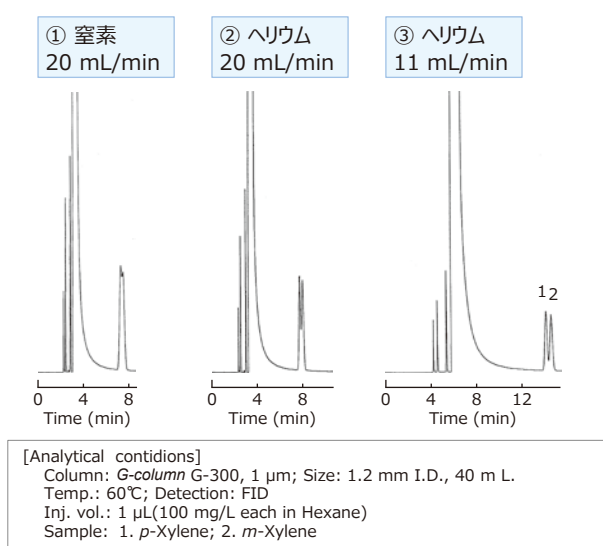

Fig. 4-2 キャリヤーガスの比較(種類と流量)
Fig.4-2の①②は、キャリヤーガスの種類を変えて分析したクロマトグラムです。流量20 mL/minではヘリウムは窒素より約2倍以上の理論段数が得られます。高分離を必要とする分析ではキャリヤーガスにヘリウムを選択することをお勧めします。酸素を含んだキャリヤーガスの使用は、液相劣化の原因となります。必ず酸素トラップなどで酸素を除去して使用してください。
(2) キャリヤーガス流量の設定
G-columnでの理論段数はヘリウムで10 mL/min付近で最大となります。Fig.4-2の②③は、流量を変えて分析したクロマトグラムです。③では明らかに分離向上し、分析時間は長くなります。分析時間と分離状態を考慮し、最適な流量を設定することが必要です。
(3) キャリヤーガス流量の測定